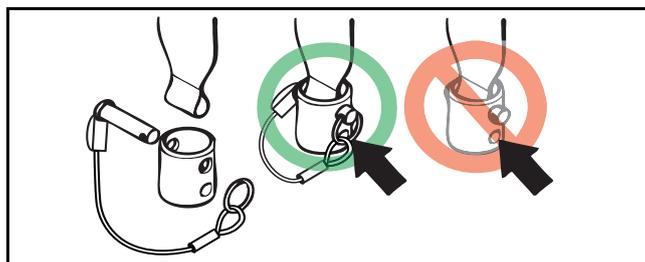

Fig. 6
**AVVERTENZA:** accertarsi che la barra per barelle sia correttamente fissata al sollevapazienti a soffitto (vedere Fig. 6).